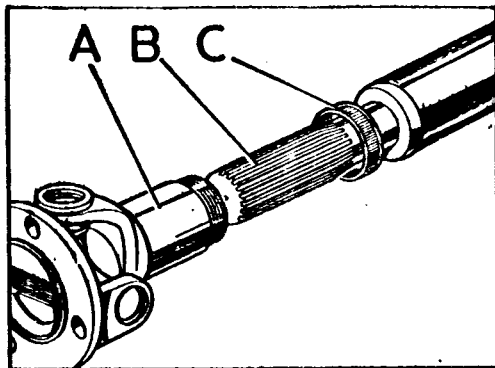

Fig. D-7 Junta cardan del árbol de transmisión
- 1.1. Desenroscar la tapa-guardapolvo, C (Fig. D-7), y se separará del árbol, B, el manguito, A.